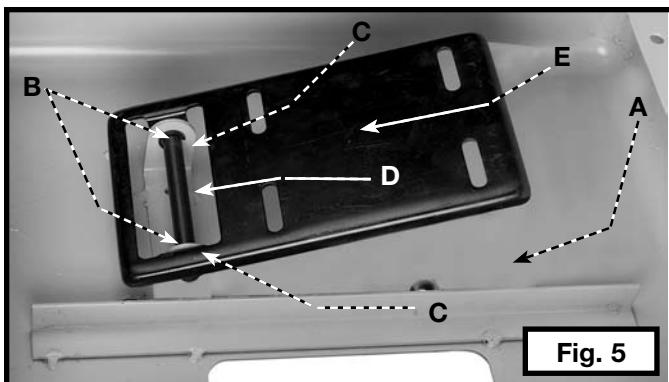

Fig. 5
1. Placer le dessus du socle (A) fig. 5, sur une surface plane.
2. Aligner les deux trous du plateau de montage moteur (E) fig. 5, avec les deux trous (B) du dessus du socle (A).
3. Insérer la tige (D) dans les trous du plateau de montage moteur et du dessus du socle.
4. Insérer les deux anneaux « C » de retenue (C) fig. 5, sur la tige.